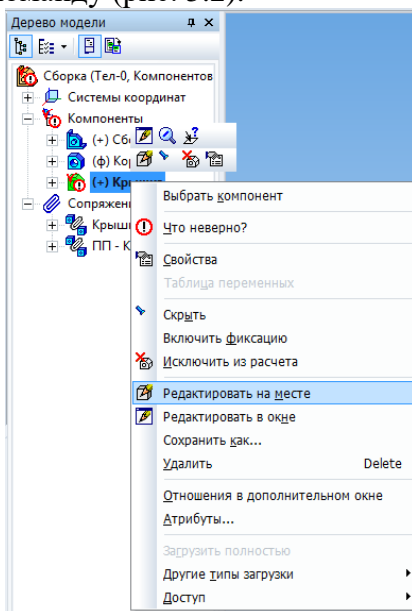

Рис. 5.2. Вызов команды *Редактировать на месте*
1. Режим *редактирования на месте* также вызывается если в дереве сборки на крышке в контекстном меню выбрать соответствующую команду (рис. 5.2).